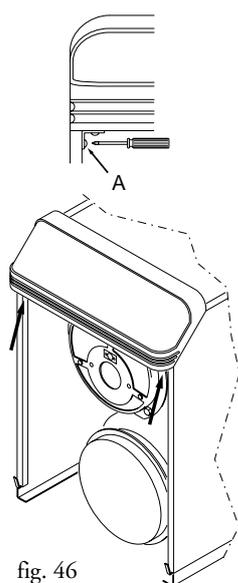

fig. 46
- allentare le viti A dei sostegni laterali del pannello di comando (fig. 46).